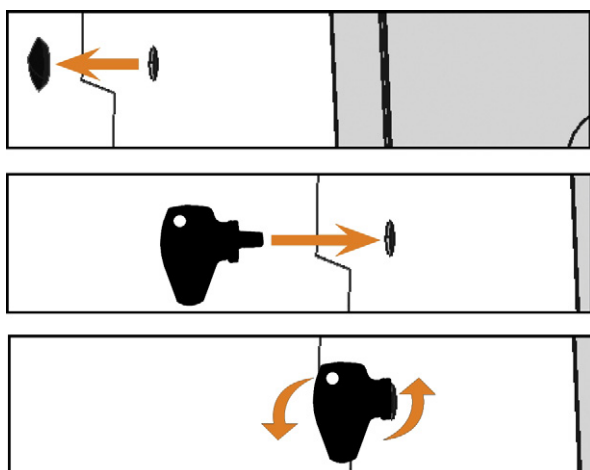

РИС. 44 – ИСПОЛЬЗОВАНИЕ КЛЮЧА ДЛЯ АВАРИЙНОГО ВЫПУСКА
2. Отключите предохранительную блокировку дверцы рабочей камеры, как показано на рисунке (Рис. 44 - на лицевой странице):